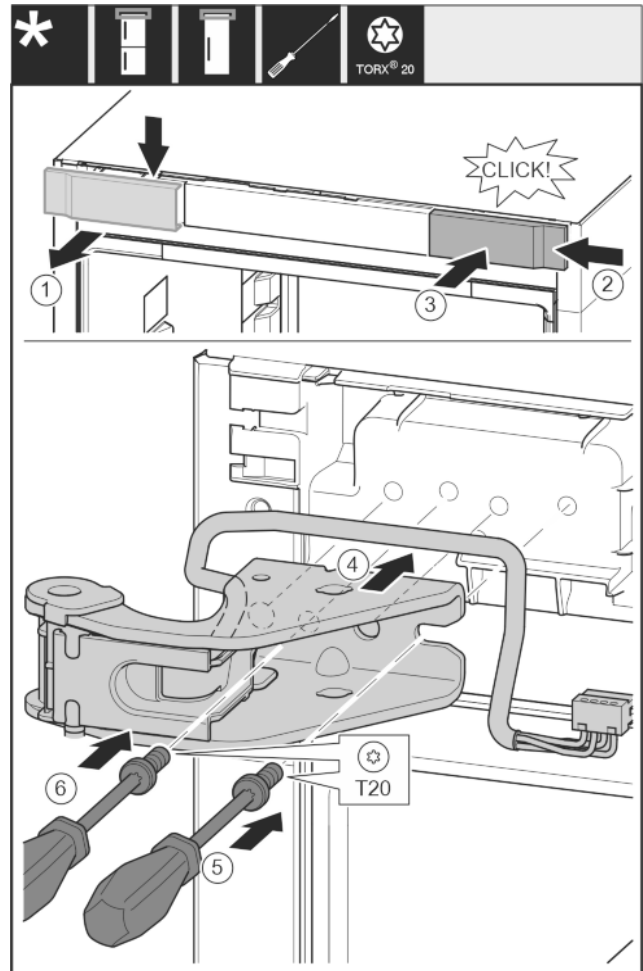

Fig. 25
- ▶ Afdekking van boven naar voren toe verwijderen. Fig. 25 (1)
- ▶ Afdekking 180° gedraaid op de andere kant van rechts aanbrengen. Fig. 25 (2)
- ▶ Afdekking vastklikken. Fig. 25 (3)
- ▶ Bovenste lagerbus plaatsen. Fig. 25 (4)
- ▶ Schroef met schroevendraaier T20 aanbrengen en vastdraaien. Fig. 25 (5)
- ▶ Schroef met schroevendraaier T20 aanbrengen en vastdraaien. Fig. 25 (6)